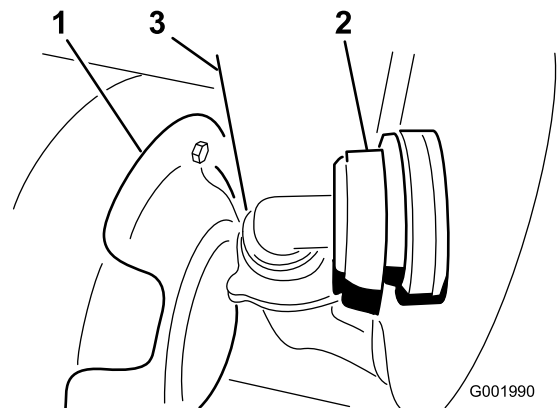

Bild 58
- Schließen Sie den Schlauch im unteren Bereich vorne am Behälter ab (Bild 58).
Hinweis: Sie müssen das Wärmeschutzblech (Bild 58) möglicherweise zurück drücken, um die Abdeckung abzunehmen.
- Schließen Sie den Schlauch vorne am Tank an (Bild 58).